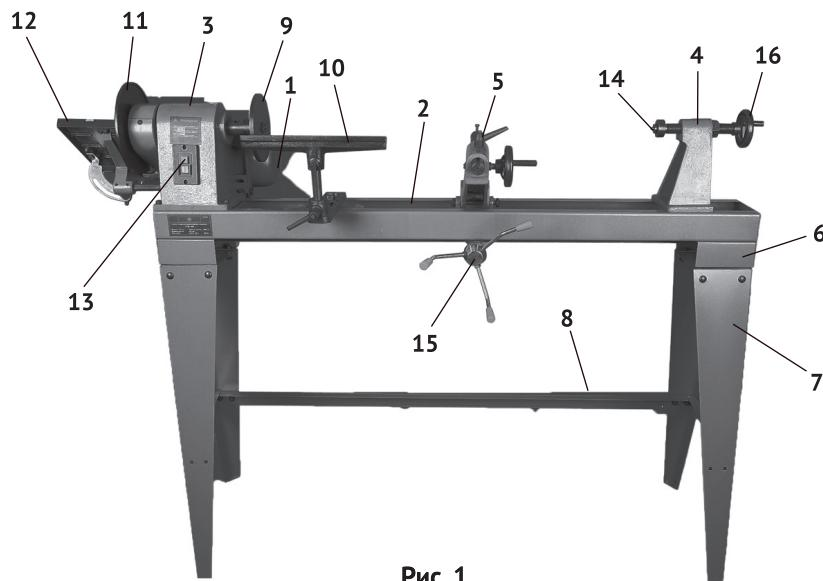

Рис. 1
1.6 Общий вид станка схематично представлено на рис.1
1.7 Основным несущим элементом станка является сварная металлическая станина (рис.1 поз.2). Внутри, по длине станины закреплён зубчатый вал, по которому перемещается суппорт копира (рис.1 поз.5) с резцедержателем. На станину прикручен корпус передней бабки (рис.1 поз.3), с закреплённым на нём кронштейном платформы двигателя. Платформа крепится к кронштейну осью. Поворот платформы вокруг оси (винтом в верхней части) изменяет степень натяжения приводного ремня. Максимально открутив винт, ослабляем натяжение ремня, достаточное для его переустановки (изменения частоты вращения) или замены.
Крутящий момент с якоря электродвигателя через ремённую передачу передаётся на шпиндель, передающий вращение на центр передней бабки. Корпус задней бабки и подручник имеют возможность перемещения вдоль станины (в зависимости от длины заготовки). Кроме того механизм задней бабки позволяет перемещать её центр (рис.1 поз.14) пинолью (винтом ходовым) для надёжной фиксации заготовки.
1.8 Выключатель – магнитный пускатели (рис.1 поз.13) расположены на корпусе передней бабки. Он имеет две кнопки: зелёная с символом «1» - включение двигателя и красная с символом «0» - выключение двигателя (стандарт МЭК 60417).
- смонтируйте и скрепите со станиной (рис.1 поз.2) опорные площадки (рис.1 поз.6);
- к площадкам прикрутить ножки (рис.1 поз.7) и соединить их продольными и поперечными стяжками (рис.1 поз.8), при этом ножки с прорезями для оси колёс должны располагаться под передней бабкой (для более лёгкого перемещения станка);
- при необходимости использования шлифовального диска (рис.1 поз.11), прикрутить его к шпинделю (резьба левая) и установить рабочий стол с поворотным кронштейном. Для этого кронштейн стола крепится к стержню, вкрученному в корпус передней бабки, 2-я установочными винтами;
- суппорт копира (рис.1 поз.5) крепится к корпусу редуктора, смонтированному на зубчатом валу, осью и фиксируется 2-я гайками.